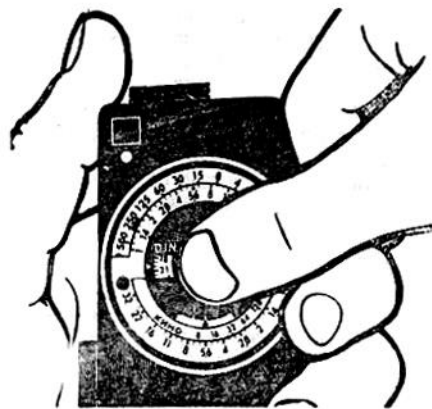

Рис. 2. Установка шкалы коррекции
1. Поворотом диска 12 (рис. 1) установить величину коррекции по шкале 7 (в случае отсутствия коррекции поставить шкалу на «0», как показано на рис. 2).